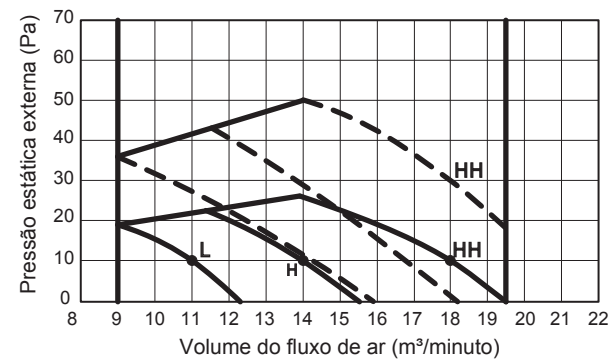

Fig. 3-13
3. Curto-circuito o pino de curto-circuito aplicável de acordo com o pino de curto-circuito selecionada conectada (Fig. 3-13).